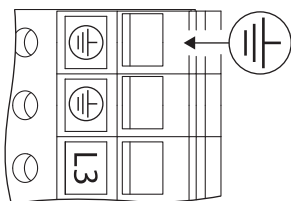

Fig. 23: Lisämaadoitus
- Suuren vuotovirran vuoksi yli 11 kW:n moottoreissa pitää normin EN 50178 mukaan lisäksi liittää vahvistettu maadoitus (Fig. 23).